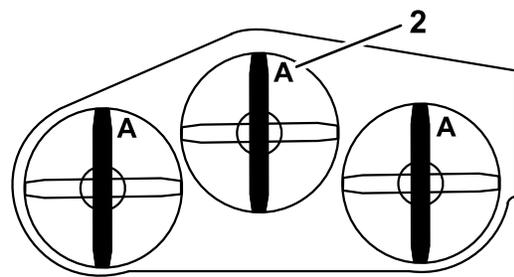

Figura 97
3. Gire las cuchillas hasta que los extremos estén orientados hacia adelante y hacia atrás (Figura 97). Mida desde una superficie nivelada hasta el filo de corte, posición **A**, de las cuchillas (Figura 97). Anote esta dimensión.